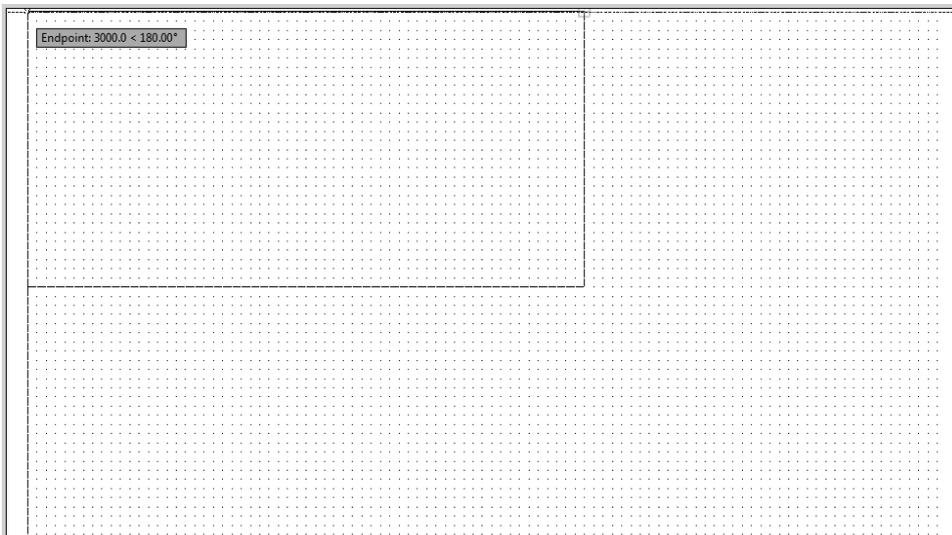

Рис. 3.11. Построение второй и третьей габаритных линий рабочей зоны
6. Переместите указатель-перекрестие влево по горизонтали и выберите точку с координатами $3000.0 < 180.00$ (рис. 3.11).
Сообщение Endpoint, которое может появиться на экране, как показано на рис. 3.11, — это результат срабатывания режима *объектной привязки*, о котором речь пойдет в последующих главах. Если вы считаете, что этот режим вам мешает, можете выключить его, а также режим *отслеживания объектной привязки*, щелкнув на кнопках-индикаторах OSNAP и OTRACK, соответственно, для перевода их в ненажатое состояние.